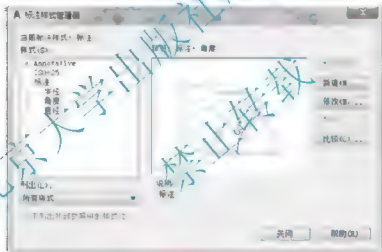

图 3.30 【标注样式管理器】对话框内的标注样式
(2) 用同样的方法创建【直径】和【角度】标注样式，结果如图 3.30 所示。
注意图 3.30 中的【半径】、【直径】和【角度】与【标注】的显示关系，【半径】、【直
从图 3.30 中可以看到【Annotative】、【ISO-25】、【标注】3 个标注样式。用哪个样式标注，就应将哪个标注样式设置为当前标注样式。